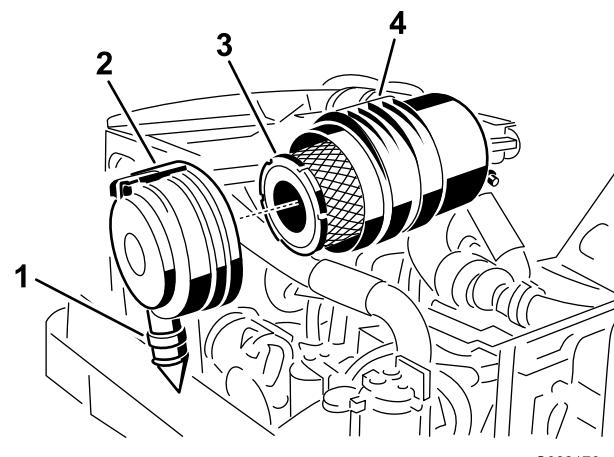

Figura 81
- Retire el filtro primario (Figura 81).